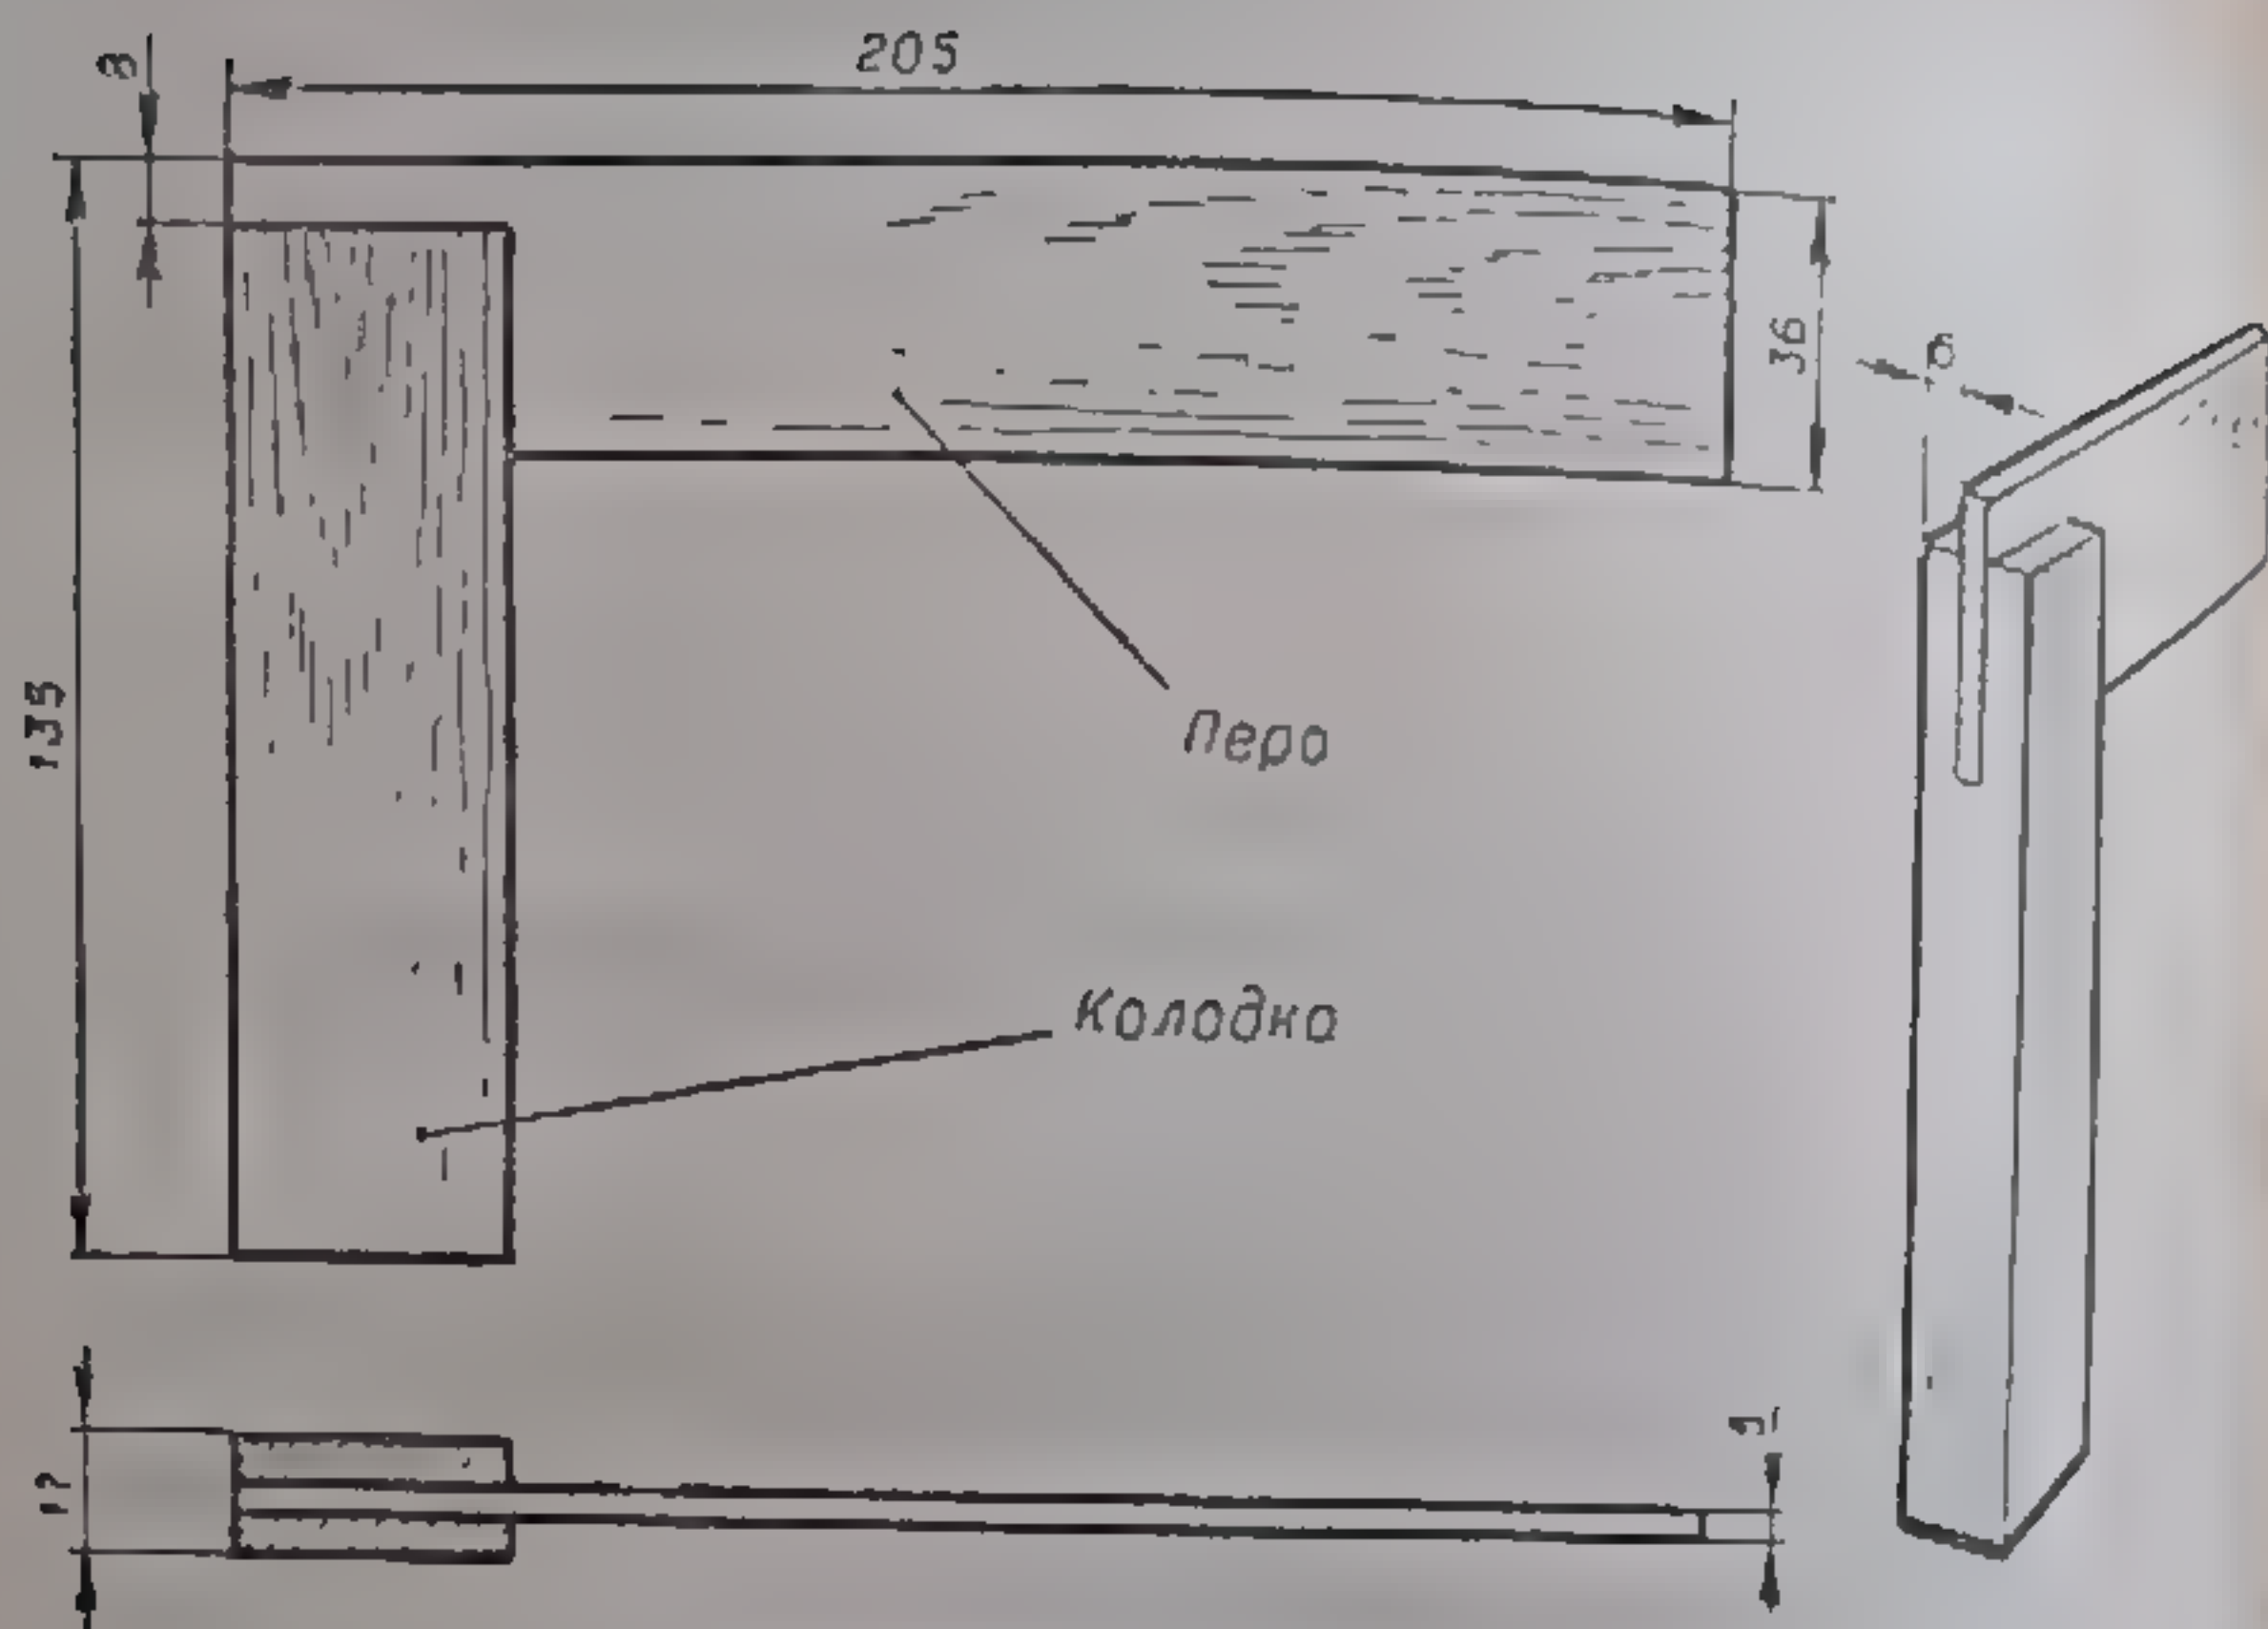

Рис. 86. Столярный угольник.
2. Разметить детали (колодку и перо) по чертежу (рис. 86), предусмотрев припуск на обработку. Для удобства при строгании заготовку для колодки подбирают по длине в 1,5—2,5 раза больше необходимой. Кроме того, это позволяет исправить брак, если проушина получится некачественной.
11. Разметить длину пера и колодки (см. рис. 86), отпилить припуск.